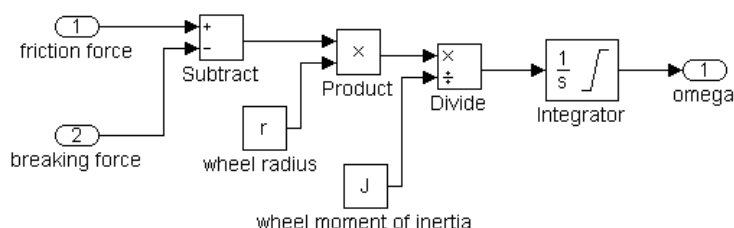

Рисунок 16 — Подсистема «wheel angular velocity» расчета угловой скорости колеса
На основании формулы (25) создадим подсистему «wheel angular velocity» расчета угловой скорости колеса (рисунок 16). Интегратор («Integrator») имеет начальное значение равное « V/r » (начальная скорость автомобиля, деленная на радиус колеса) и ограничен сверху бесконечностью, а снизу 0.